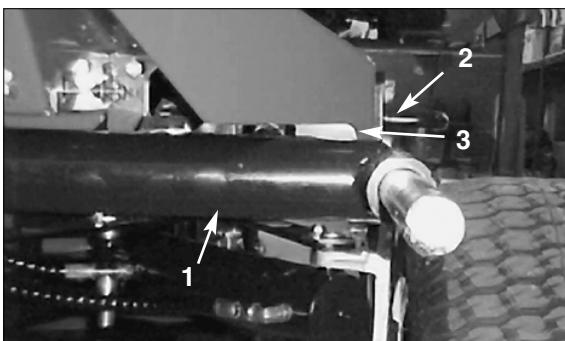
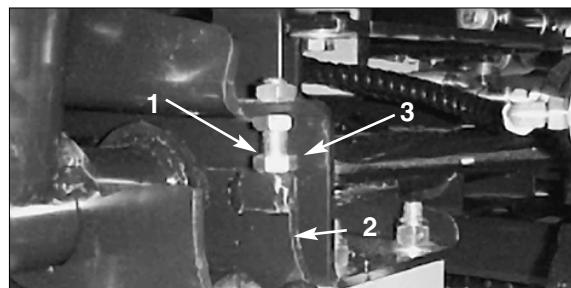

Bild 1
Bild 3
- Starten Sie den Motor, heben die Schneidwerke an und kontrollieren, ob der Abstand zwischen jedem Hubarm und dem Befestigungsprofil an der Grundplatte zwischen 0,46 und 0,81 cm (Bild 1) beträgt. Ziehen Sie, wenn der Abstand außerhalb dieses Bereichs fällt, die Anschlagschrauben (Bild 3) zurück und stellen den Zylinder so ein, dass sich der korrekte Abstand ergibt. Drehen Sie zum Einstellen des Zylinders die Klemmmutter am Zylinder (Bild 2) zurück, entfernen den Stift vom Stangenende und drehen den Lastbügel. Stecken Sie den Stift wieder ein und kontrollieren den Abstand. Wiederholen Sie diese Schritte bei Bedarf. Ziehen Sie die Klemmmutter am Lastbügel fest.
- Kontrollieren Sie, ob der Abstand zwischen jedem Hubarm und der Anschlagschraube zwischen 0,13 und 1,02 mm (Bild 3) beträgt. Stellen Sie, wenn der Abstand außerhalb dieses Bereichs fällt, die Anschlagschrauben auf diesen Abstand ein.